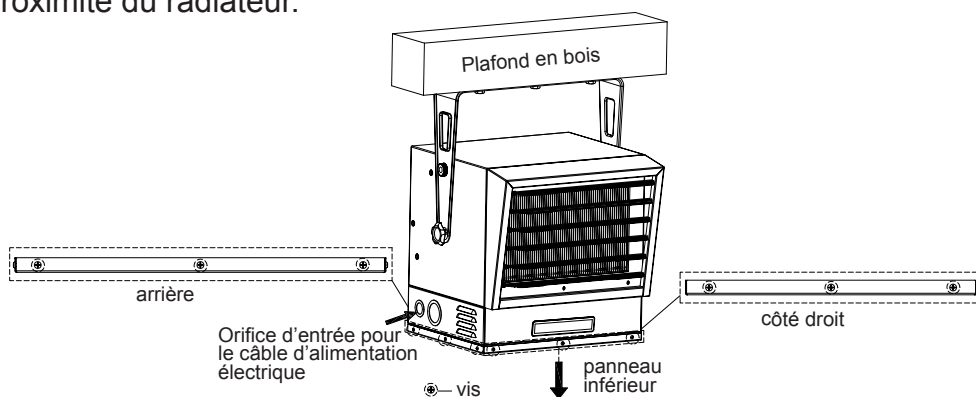

Figure 8
1. Retirez les vis du dessous du radiateur, enlevez le panneau inférieur et connectez l'alimentation au radiateur (voir la figure 8).